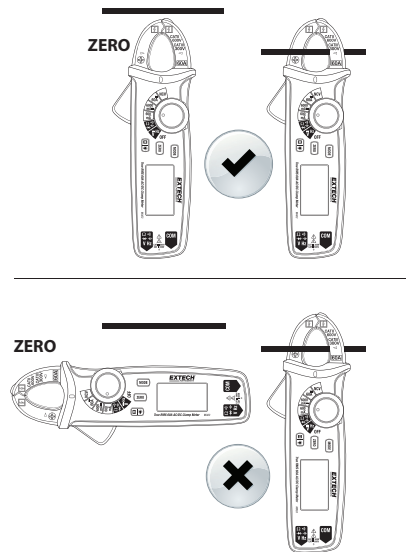

Abb. 3 Richtige und falsche Nullungstechnik
7. Umschließen Sie vollständig einen einzelnen Leiter. Lassen Sie keinen Spalt zwischen den beiden Hälften der Zangenbacke frei. Siehe Abb. 3 oben in dieser Bedienungsanleitung.
2. Betätigen Sie den Hebel zum Öffnen der Zange und umschließen Sie vollständig einen Leiter. Siehe Abb. 3 oben im Abschnitt „Strommessungen - Umschließtechnik“.